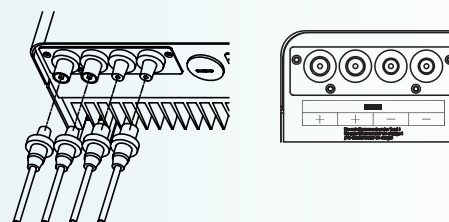

Fig. 12
■ Raccordez la polarité positive aux bornes (+) de l'entrée courant continu de l'appareil, et la polarité négative aux bornes (-) (Fig. 12).